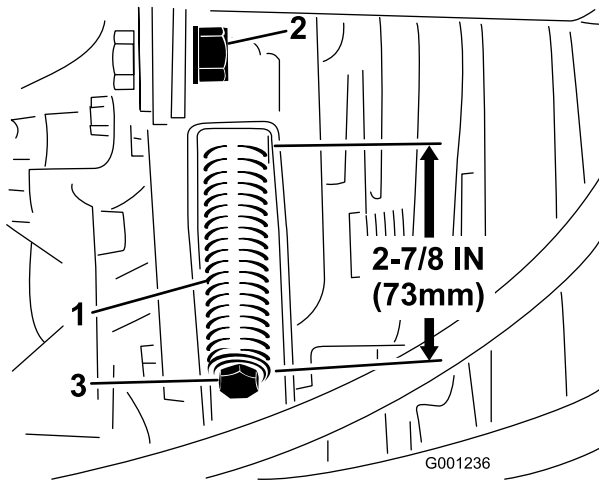

Bild 64
- Lösen Sie die Klemmmutter der Spannstange (Bild 64).
- Ziehen Sie die Riemenspannungsfeder mit einem 0,5 Zoll Schraubenschlüssel an oder lösen Sie sie (Bild 64). Stellen Sie die Feder auf eine Länge von 73 mm ein.
- Lösen Sie die Riemenspannungsfeder mit einem 0,5 Zoll Schraubenschlüssel (Bild 64).
- Setzen Sie den neuen ZWA-Riemen auf und ziehen Sie die Spannscheibenfeder auf 73 mm an (Bild 64).
- Ziehen Sie die Klemmmutter fest (Bild 64) und schließen Sie die Motorhaube.